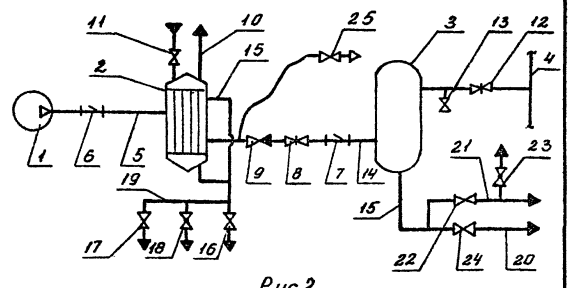

Рис. 2
6.2 Промывка (см. Рис. 2)
Закрывать вентиль 16 (Рис.2).